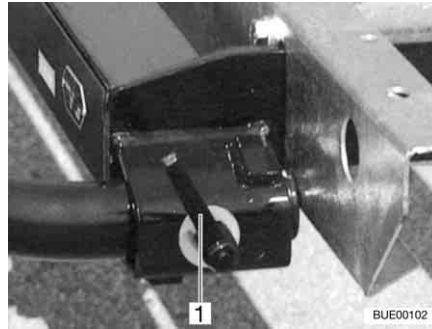

Bild 6 Snabblås
- Sätt i hållaren till vänster och höger i fästena i ramen och säkra med ett snabblås (Bild 6,1).
- Lås upp snabblåset (Bild 6,1) och ta av hållaren ur fästena i ramen.